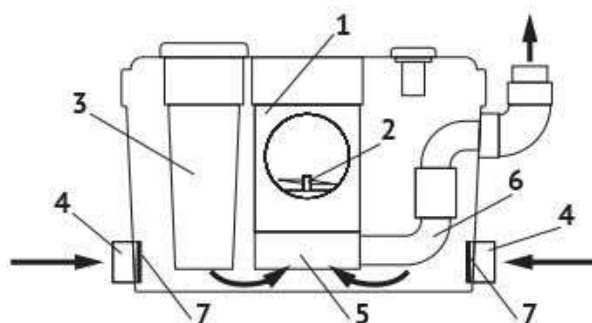

Рис. 2
душевых кабин (2). Сточные воды отводятся в канализацию через выходное отверстие (3). Обратный клапан, установленный в выходном патрубке (см. рис. 2, поз. 6) идущем от насоса, предотвращает возврат откаченной воды в станцию. На крышке корпуса станции (6), расположено вентиляционное отверстие с фильтром (4). Внутри крышки находится электромеханический микровыключатель (5), который включает, либо отключает насос в зависимости от уровня воды в накопительном бачке станции.
Сточная вода из унитаза поступает в чашу-фильтр (1), в которой расположен измельчитель (2) насоса (5), и стекает в накопительный бачок канализационной насосной станции (см. рис. 2). Жидкость из писсуаров, биде,